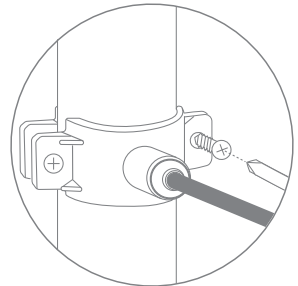

Рис. 11
4. Прочно закрепите хомут на дренажной линии с помощью винтов, одновременно совмещая отверстие в штуцере и дренажной линии (рис. 11). Винты крепления необходимо затягивать равномерно (без перекоса), чтобы обе части хомута располагались параллельно.